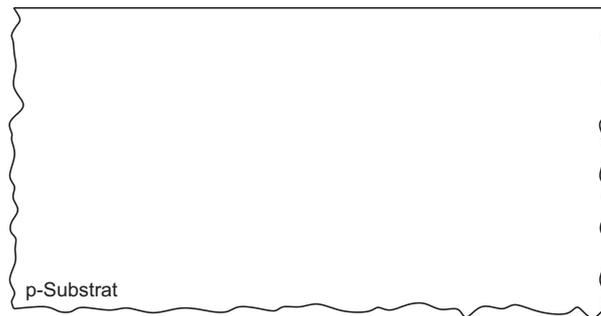

Abbildung 4.1: p-Substrat / Querschnitt eines p-Kanal MOSFET
- a) Zeichnen Sie in Abb. 4.1 den Querschnitt des p-Kanal-MOSFETS ein. Ergänzen Sie dazu das bereits dargestellte p-Substrat durch dotierte Gebiete, SiO_2 und Metalle bzw. Polysilizium! Kennzeichnen Sie zudem Materialien und Dotierungen eindeutig!
- d) Zeichnen Sie in Ihren Querschnitt aus Abb. 4.1 den Kanalverlauf ein, wenn $U_{\text{DS}} = U_{\text{GS}} - U_{\text{th}}$ gilt und skizzieren Sie die Raumladungszone!